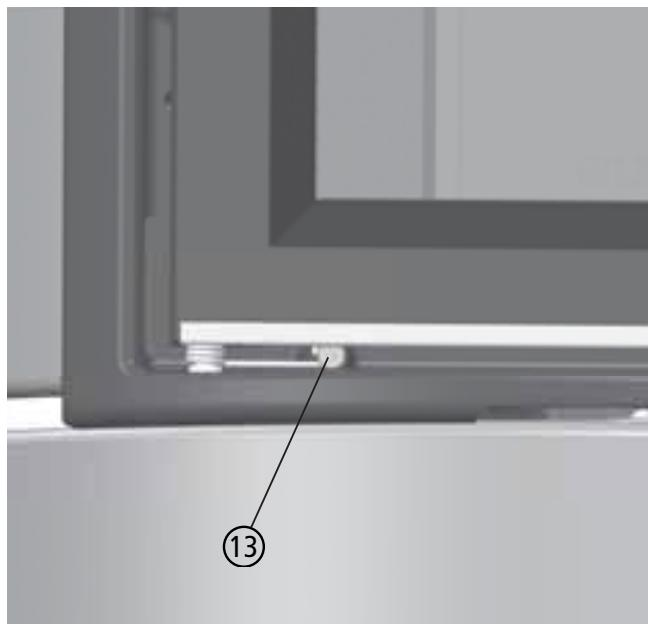

Abb. 3.12 Spannen der Türfeder
- ① Die Feuertür öffnen und auf der Scharnierseite ein Stück anheben - bei selbstschließender Feuertür vorher die Türfeder entspannen, siehe Abb. 3.12 und Abb. 3.13,
- ② Feuertür unten nach vorne aus dem Scharnier heraus schwenken - Feuertür dabei von unten festhalten,
- ③ Feuertür nach unten entnehmen.
Beim Ausbau der Feuertür wird die Türfeder entspannt. Die Feder muss nicht ausgebaut, aber beim Einbau der Feuertür wieder gespannt werden (siehe auch Abb. 3.12 auf Seite 26).